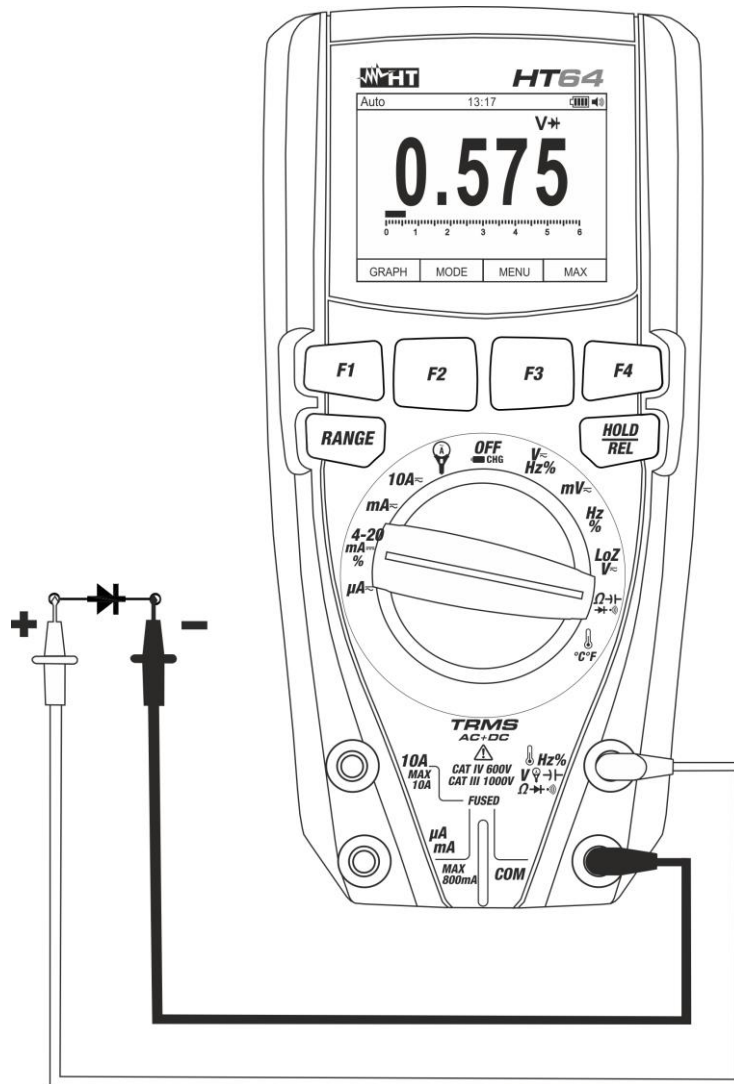

Fig. 27: Utilisation de l'instrument pour le test des diodes
4. Positionner les embouts aux extrémités de la diode sous test (voir Fig. 27) en respectant les polarités indiquées. La valeur de la tension de seuil en polarisation directe est affichée à l'écran
6. Si l'instrument affiche le message « **O.L.** » les bornes de la diode sont inversées par rapport à ce qui est indiqué dans Fig. 27 ou bien la jonction P-N de la diode est endommagée